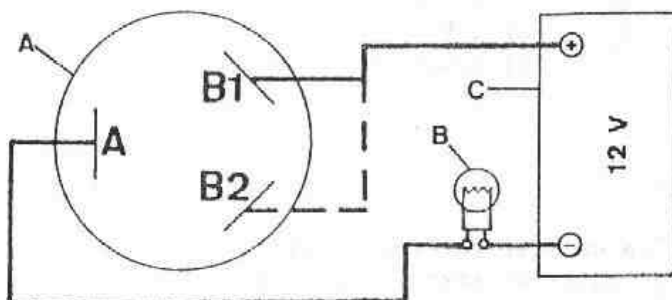

Fig. N2-47 Comprobación del diodo de bloqueo
- 3.2. Para comprobar el funcionamiento del diodo de bloqueo, A (Fig. N2-47) - se desconectará primeramente éste, del circuito y se conectará un cable del terminal positivo de una batería de 12 V., C, al terminal "A" del diodo, A, de bloqueo. Conectar a continuación un cable con una lámpara B, de 12 V., 2.2 W, conectada en serie, del terminal negativo de la batería, al terminal "B2" del diodo. La lámpara debe lucir, en caso contrario, se montará un diodo nuevo.